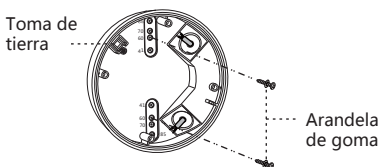

FIG.15
- Seleccione los orificios apropiados para fijar el accesorio a la superficie del techo mediante dos tornillos con arandela de goma (Ver FIG.15).